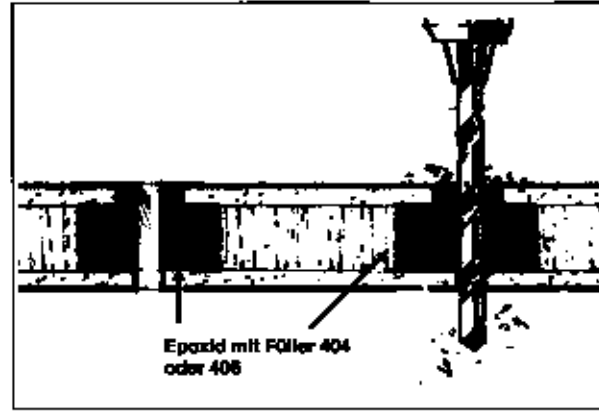

Abb. 6-2 Bohren Sie Löcher für die Schrauben mit leichtem Übermaß.
4. Der Beschlag wird provisorisch angepaßt und seine Kontur mit Bleistift aufgezeichnet. Die Löcher für die Bolzen werden nun mit leichtem Übermaß neu gebohrt. (Abb. 6-2).